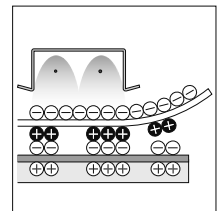

図4
(4)この黒い粉を、より強い静電気(－)の力を使い、版画のように白い紙のほうへ移します。これを『てんしゃ転写』といいます。(図4)